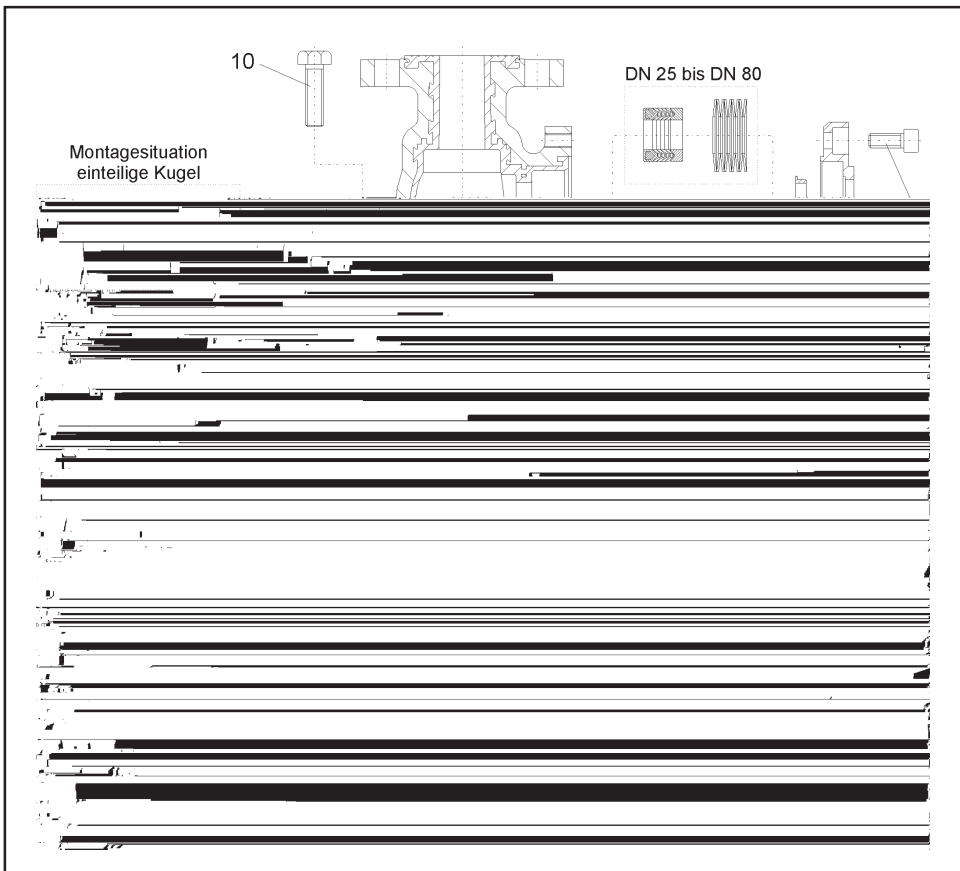

Bild 3 - Explosionszeichnung des Probenehmerhahns BR 27I
Hinweis: Die in der Explosionszeichnung (Bild 3) dargestellte Lage und Anordnung der Einzelteile ist bei der Montage einzuhalten.
Auf die Dachmanschettenpackung wird der Tellerfedersatz (8) gelegt. Auch die Anordnung der Tellerfedern sind der Explosionszeichnung (Bild 3) zu entnehmen.